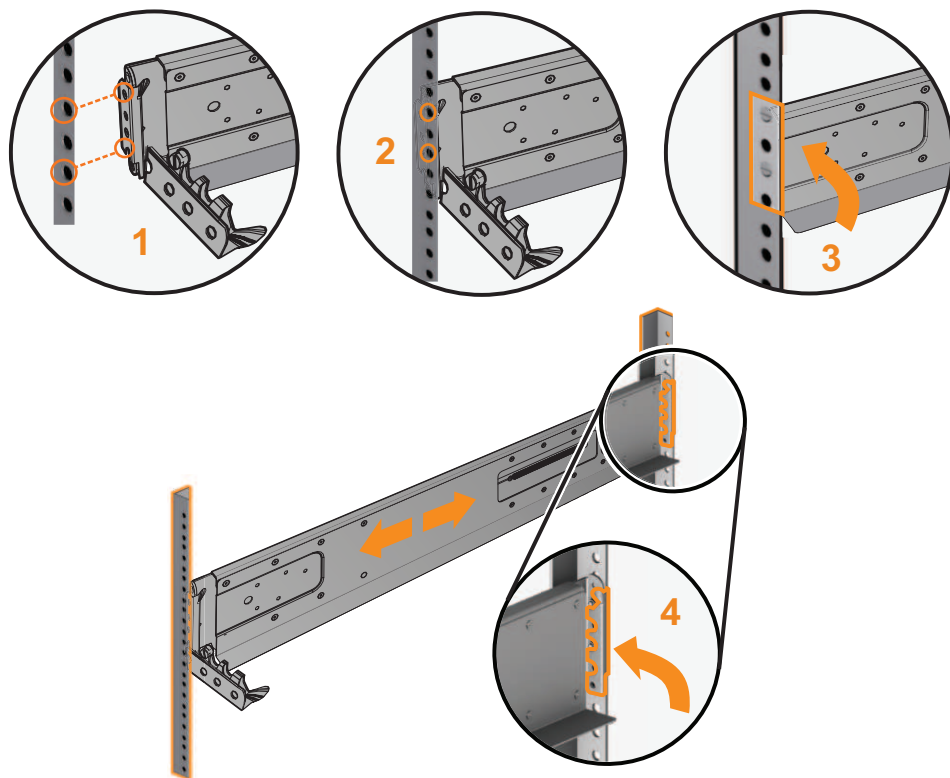

图 15. 闭合铰链支架
8. 闭合后部铰链支架以将导轨固定到机架式机箱凸缘。（请参阅第 19 页的图 15。）
10. 闭合前部铰链支架以将导轨固定到机架式机箱凸缘。 图 15 显示了一个示例。